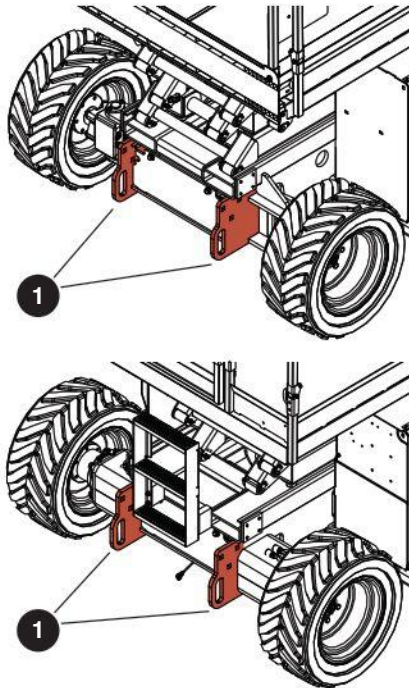

Figura 07 Puntos de anclaje/sujeción/elevación
Cuando transporte la MEWP, debe estar fijada a la plataforma del camión o remolque. Utilice los puntos de anclaje/sujeción ① para fijar la MEWP. Consulte la Figura 07. Si no obedece, existe el riesgo de que se produzcan lesiones graves o la muerte.
- Sujete la MEWP al vehículo de transporte utilizando los **puntos de anclaje/sujeción** ①. Consulte la Figura 07.